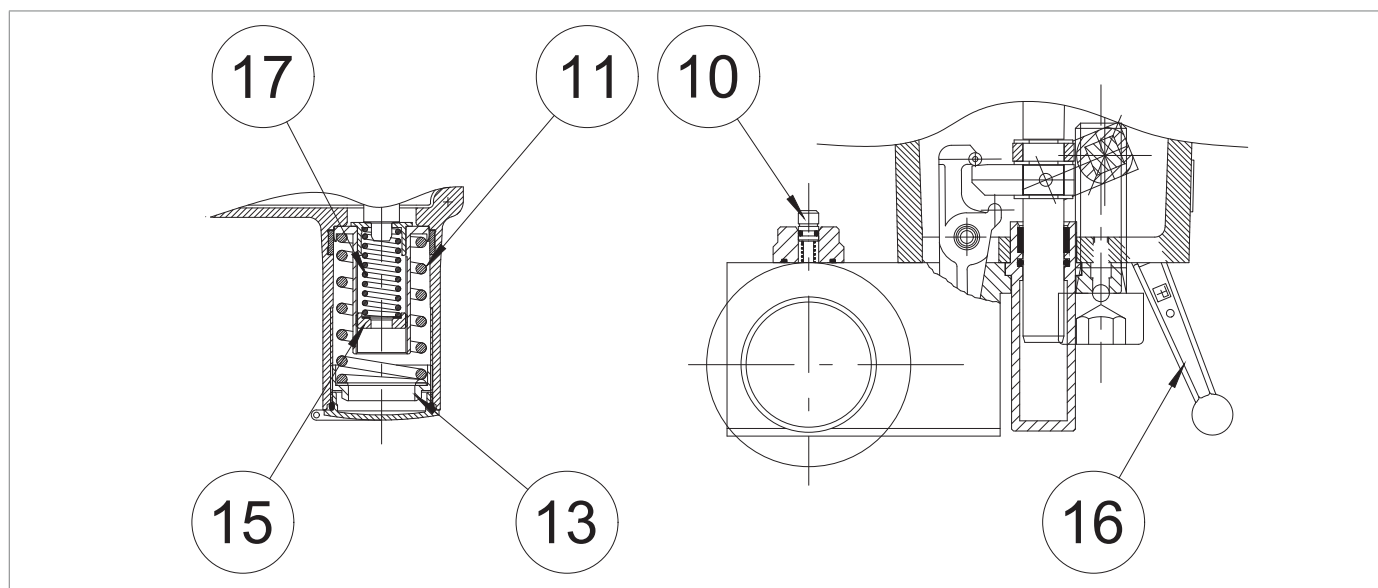

Fig. 8.38. Presostatos modelos 102M/102MH a 105M/105MH
| 2    | <p>Compruebe que la válvula de bloqueo está en posición cerrada.</p> <div>  ¡ATENCIÓN! </div> <p>Si la válvula de bloqueo está en posición abierta, ciérrela mediante el botón manual (Fig. 8.38, ref. 10).</p>                                                                                                                                                                                                                                                                                                                                                                                                                                                                                                                                                                                                                                                                                                                                      |